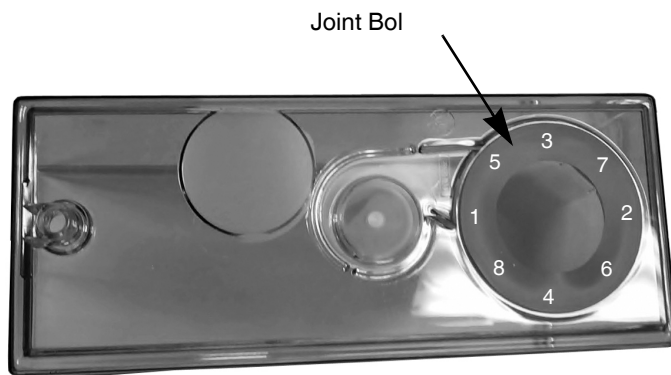

Figure 5.
3. Tournez le bol à l'envers et insérez le joint dans la rainure. Mouiller le joint pour faciliter l'insertion, l'enfonçant dans la gorge tout en suivant la séquence de numéro (1 - 8) montre la Figure 5.